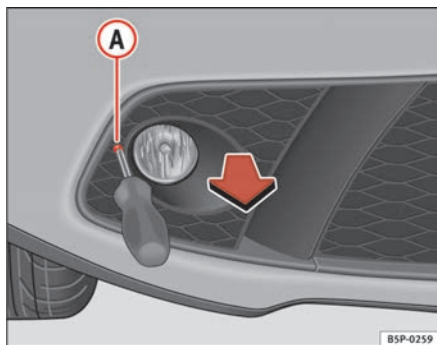

Fig. 205 Acceso alojamiento argolla de remolque
- Desenrosque el tornillo **A** ⇒ fig. 205.